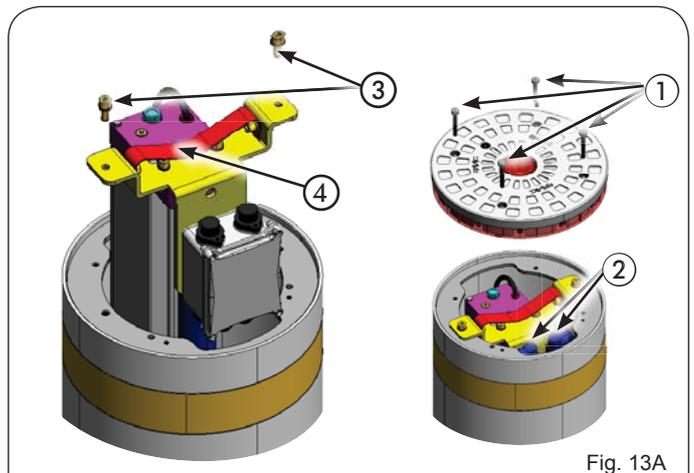

Fig. 13A
1. soulever la tête supérieure en dévissant les quatre vis TAMPERTORX T30 (fig. 13A réf. ①)
2. déconnecter les deux connecteurs à embrochage sur la boîte de dérivation interne (fig. 13A réf. ②)
4. soulever complètement l'unité en la saisissant par la poignée spécifique (fig. 13A réf. ④).